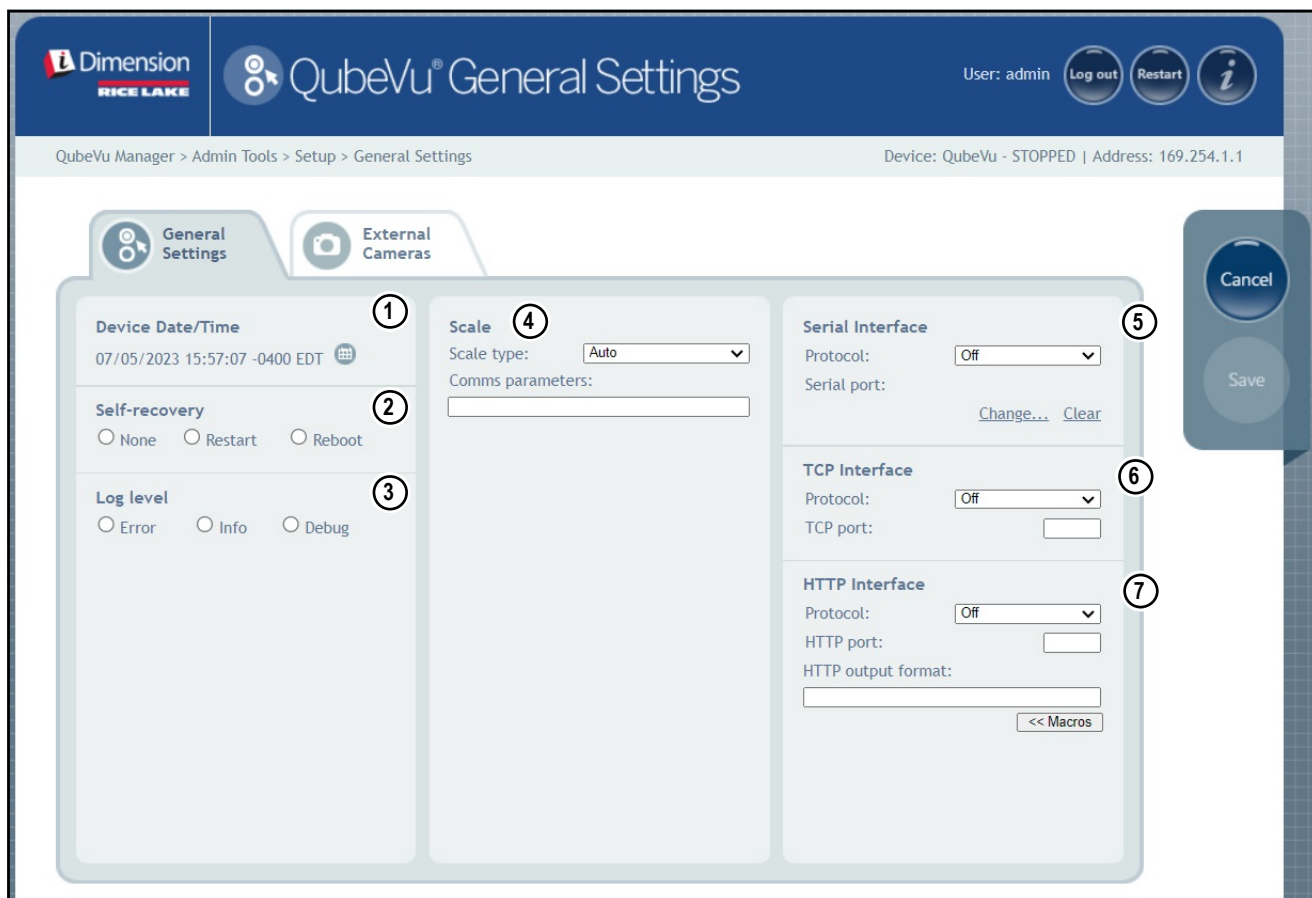

Figura 5-2. Pestaña General Settings (Ajustes generales)
1. Seleccione **QubeVu** o **Cubiscan 110/150** en la lista desplegable de la interfaz serie (Elemento 5 en Figura 5-2 en la página 22).